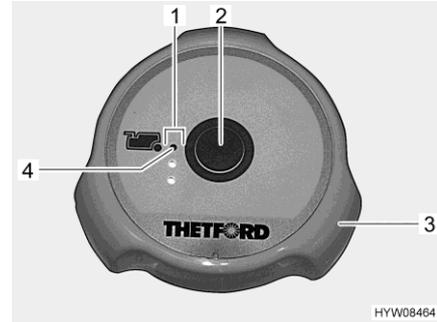

Fig. 147 Bouton pour la chasse d'eau/voyants de contrôle (toilettes Thetford)
Tirer la chasse d'eau : ■ Avant d'actionner la chasse d'eau, ouvrir le curseur des toilettes Thetford. Tourner la poignée tournante (Fig. 147,3) dans le sens inverse des aiguilles d'une montre.
■ Pour actionner la chasse d'eau, appuyer sur le bouton bleu (Fig. 147,2).
■ Après avoir actionné la chasse d'eau, fermer le curseur. Tourner la poignée tournante (Fig. 147,3) dans le sens des aiguilles d'une montre.
Les voyants de contrôle (Fig. 147,1) indiquent le niveau de remplissage du réservoir pour matières fécales. Le voyant de contrôle rouge (Fig. 147,4) s'allume lorsque le réservoir pour matières fécales doit être vidé.